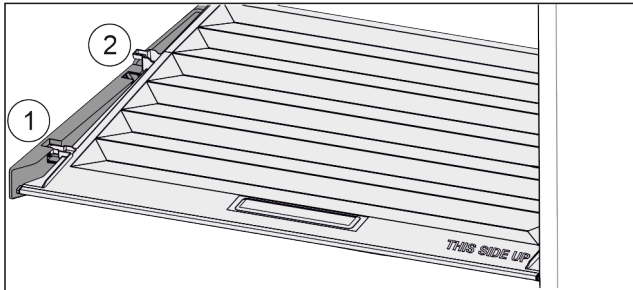

Fig. 73
- ▶ Потянуть крышку до отверстия в поддерживающих деталях вперед Fig. 73 (1).
- ▶ Поднять сзади снизу и извлечь Fig. 73 (2) движением вверх.